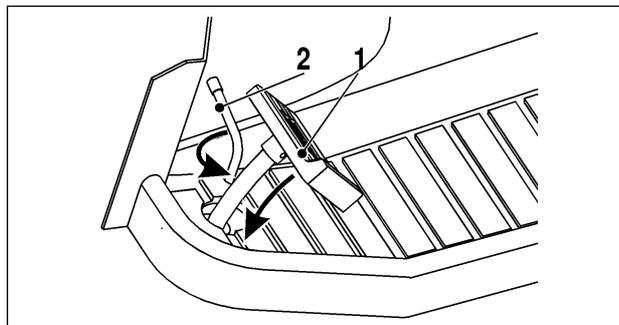

Abb. 14
3. Treten Sie das Bremspedal ganz durch, und halten Sie es gedrückt (Abb. 14, Pos. 1).
## BREMSEN (ABB. 14)
Mit dem Rasthebel können Sie die Bremse festsetzen (Abb. 14, Pos. 2).
Wenn Sie das Gerät abstellen müssen, das Bremspedal voll durchtreten und mit dem Parkbremshebel sichern (Abb. 14, Pos. 2).